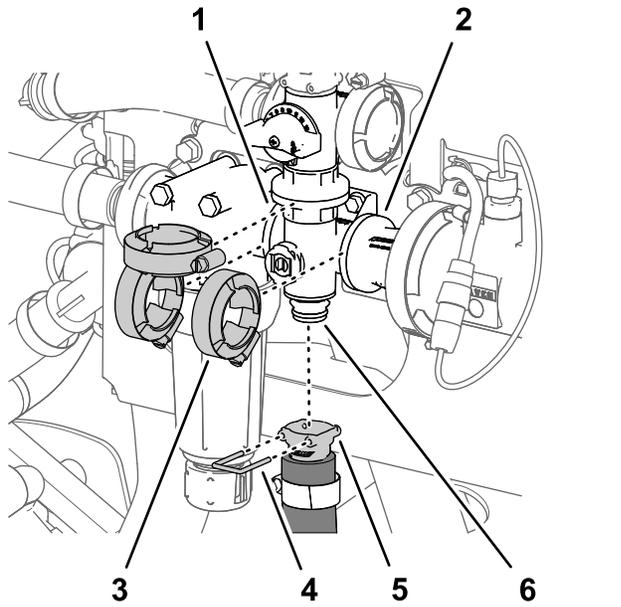

Figura 104
1. Retire la grapa que sujeta el acoplamiento rápido de la manguera de agitación al distribuidor de la válvula de agitación (Figura 104).
2. Retire las 3 bridas de fijación que sujetan el distribuidor de la válvula de agitación a las bridas de la cabeza del filtro de presión y el adaptador de acoplamiento (Figura 104).